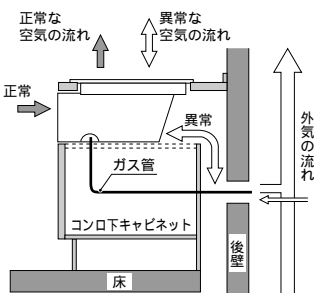
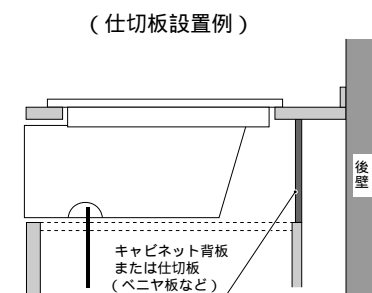

図 1
図 2
- ・右図のようにガス配管貫通部など建物構造上内気と外気がつながり、図1のような異常な空気の流れが起こるのでキャビネットに背板をもうけるか、図2のようにベニヤ板など(仕切板)により機器の後方をふさいでください。